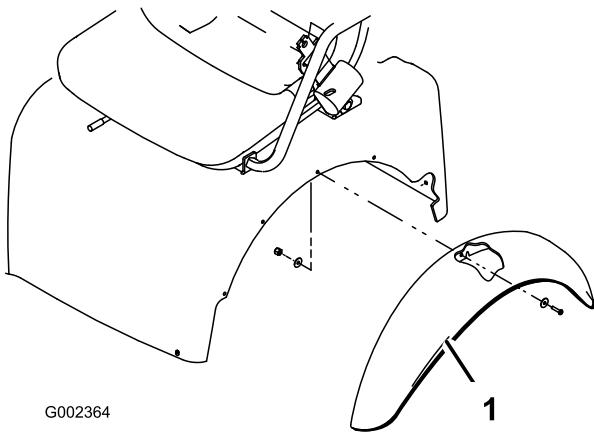

Bild 7
- Richten Sie die fünf Befestigungslöcher für den Kotflügel mit den Löchern auf jeder Seite des Rahmens aus (Bild 7).